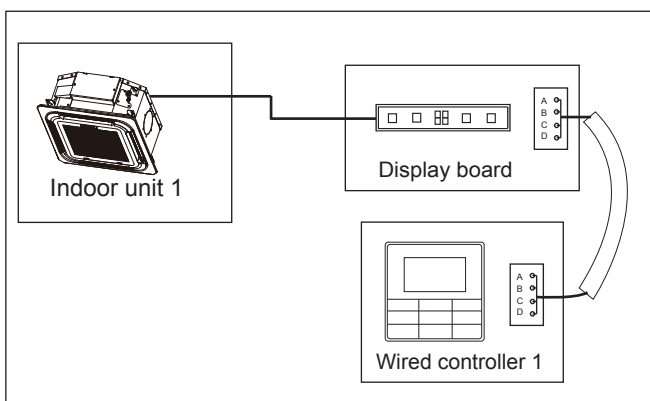

Imagen 6.9
- Utilice 1 mando a distancia por cable para controlar 1 unidad interior (consulte la Imagen 6.9).